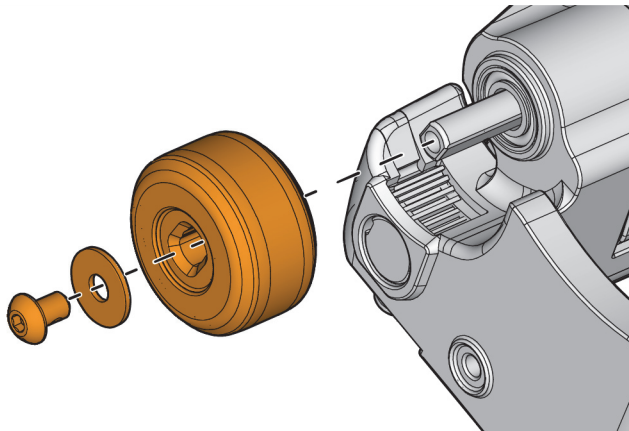

Figura 5-7 Rimozione della ruotina
2. Rimuovere la ruotina posizionata al di sopra della componente frenante (vedi Figura 5-7 a pagina 84).